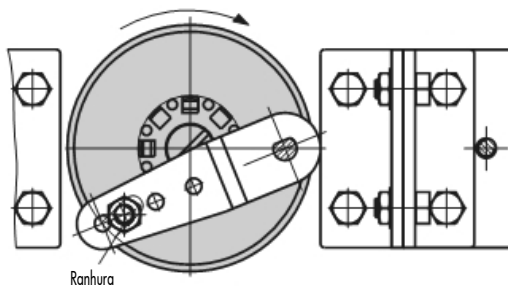

Fig. 9: Ligação a actuadores rotativos
1. Coloque o dispositivo de arraste (3) na ranhura do veio do actuador ou no adaptador (5).
2. Coloque o volante de acoplamento (4) com o lado plano virado para o actuador no dispositivo de arraste (3). Consulte a Fig. 9 para alinhar a ranhura de modo a que coincida com o sentido de rotação
- Desaperte o pino transmissor standard (2) na alavanca M do posicionador (1). Utilize o pino transmissor metálico ($\varnothing 5$) incluído nos acessórios e aperte firmemente no orifício para a posição de pino a 90° .
- Coloque o posicionador no par de suportes superiores (10) e aperte firmemente. Considerando o sentido de rotação do actuador,
- ajuste a alavanca (1) para que encaixe na ranhura do volante de acoplamento (4) com o seu pino transmissor (consulte a Fig. 9). Deve ser garantido que a alavanca (1) fique paralela com o lado comprido do posicionador quando o actuador está a metade do seu ângulo de rotação.